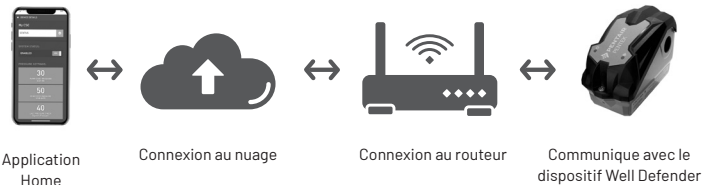

Figure 2 : Aperçu de la configuration du dispositif mobile
**REMARQUE :** Le code d'identification unique de l'appareil est requis pour cette étape. Le code d'identification se trouve sur le capot intérieur de l'appareil ou sur la page de configuration décrite à la figure 2 à la page suivante.